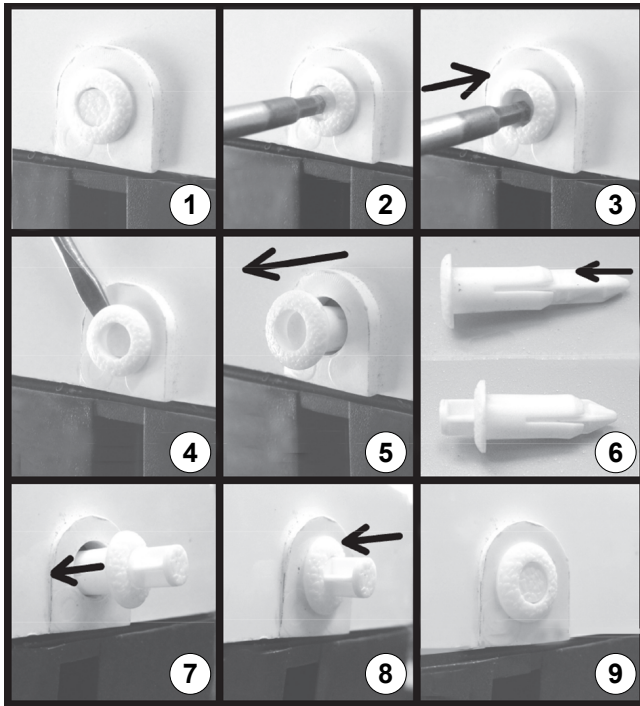

Fig. 18
- Om de klinknagels eruit te halen moet u te werk gaan zoals aangegeven in ("Fig. 18").
- Duw met gereedschap met platte kop de kern van de klinknagel ongeveer 5 mm naar binnen (ref. 1, 2 en 3). Trek de klinknagel eruit (ref. 4 en 5).
- Duw voordat u de klinknagel opnieuw gaat gebruiken eerst de kern weer ongeveer 5 mm naar buiten (ref. 6).
- Breng de klinknagel daarna weer op zijn plaats aan en duw hem door totdat hij niet verder kan (ref. 7 en 8).
- Duw de kern van de klinknagel uiteindelijk tegen de rand van de buitenste huls aan (ref. 9).